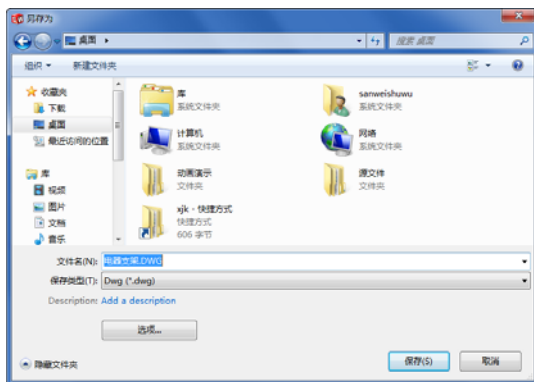

图 5-29 “另存为”设置
(3) 执行“文件”→“另存为”菜单命令,在“另存为”对话框中选择“保存类型”为“Dwg”,如图 5-29 所示。